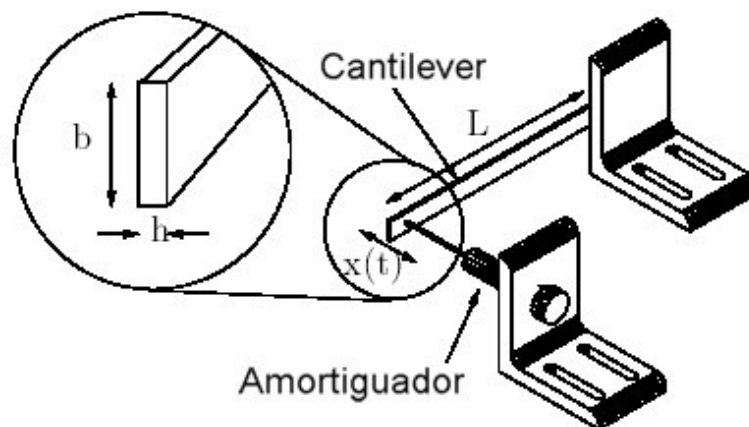
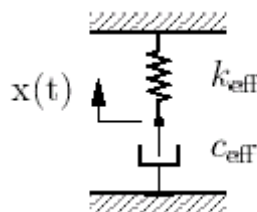

Figura 1: dibujo de un sistema de muelle y amortiguador hidráulico;  $L = 205$  mm,  $b = 12,7$  mm,  $h = 1,27$  mm.
Figura 2: ilustración: muelle y amortiguador.
En esta práctica, medimos la constante de tiempo del sistema de muelle y amortiguador que se dibuja en la figura 1, idealizando el sistema de la forma que se muestra en la figura 2.
1. Determine el valor numérico de la constante  $k$  del muelle de la viga de acero que se muestra en la figura 1, en la posición  $L$  en la que se acopla el amortiguador neumático.
2. Halle la solución a la ecuación (4) en el caso en que se le proporciona al sistema un desplazamiento inicial  $a_0$  y se suelta. La solución debería ser como se indica a continuación:
3. Suponga que hemos medido los siguientes datos de potencia de salida de un sistema muelle-amortiguador y que las dimensiones de la viga cantilever de acero muelle son las que se dibujan en la figura 1.